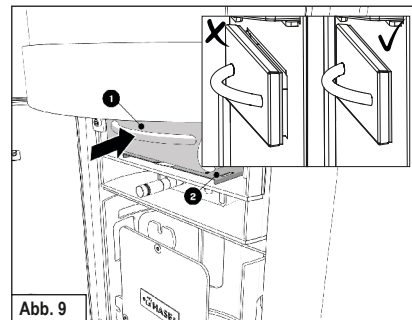

Abb. 9
- ▶ Legen Sie den Deckel (2) wieder zurück (Abb. 9).
- ✓ Schieben Sie den Aschebehälter (1) wieder in die Öffnung, so dass dieser bündig mit der Dichtung anliegt (Abb. 9).